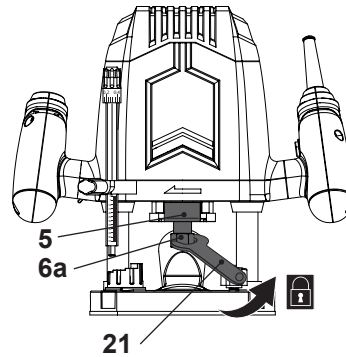

Fig. 5
- > Presione el botón de bloqueo (5) y manténgalo en posición mientras aprieta la tuerca de fijación (6 a) con la llave (21) (Fig. 5).